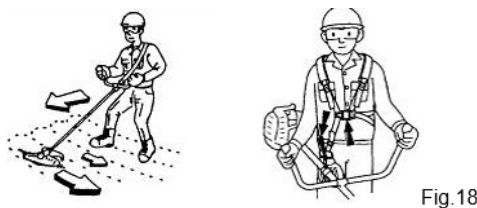

Fig. 18
- Corte a relva da direita para a esquerda (Fig. 18)